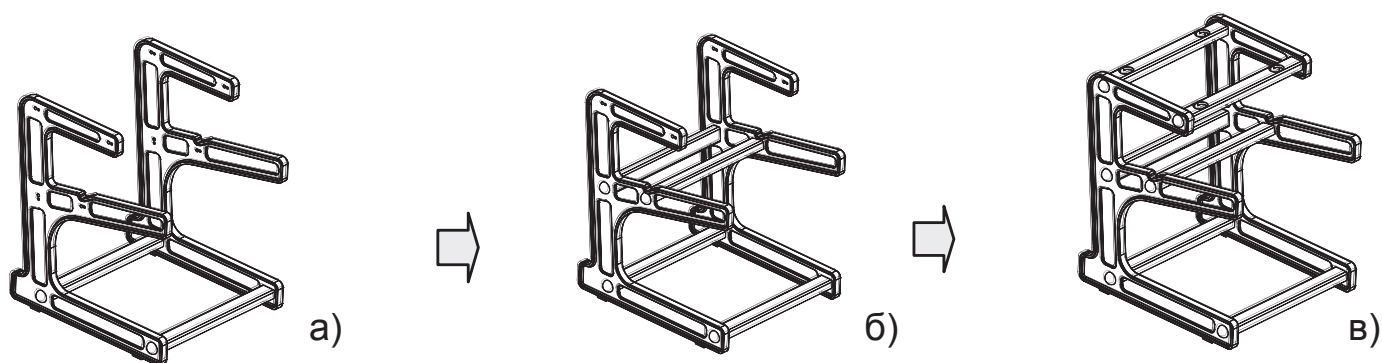

Рис. 13
- поддон (на рис. 13 условно не показан) – 1 шт.
1. К опорным стойкам (стойка №1) сначала в ее нижней части, затем в средней части присоединить винтами-саморезами по две стойки (стойка №3) без затягивания винтов (Рис.13 а,б).
3. Присоединить к опорным стойкам стойки №2 (Рис.13 в). Винты затянуть ключом.